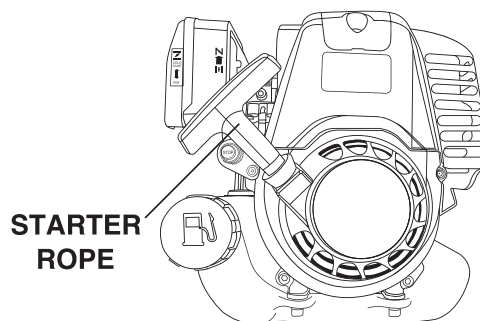

Figure 3
5.1.4 Tirez légèrement sur la corde de démarrage (Figure 3) jusqu'à ce que vous ressentiez une résistance, puis tirez vigoureusement dans le sens de la flèche. Resserrez doucement la corde de démarrage.